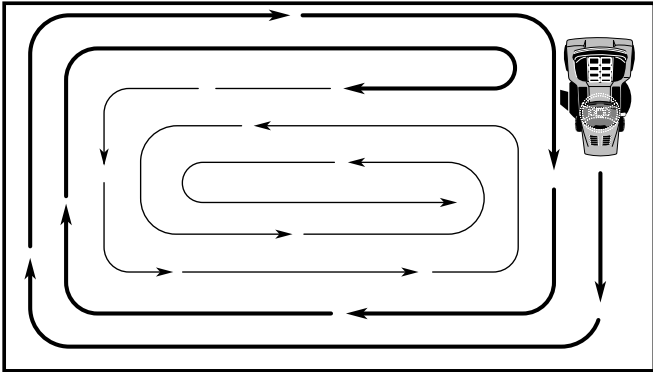

FIG. 22
CONSEILS DE TONDRE (Voir la Fig. 22)
- Pour tondre une grande surface, on vous conseille de commencer par tourner à droite, de façon à ce que l'herbe ne soit pas déversée sur les arbustes, les clôtures, les allées, etc. Après un ou deux tours, tondez en sens inverse en tournant à gauche jusqu'à ce que le travail soit achevé (Voir la Fig. 22).